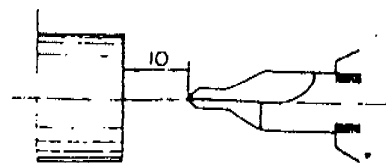

Figura 5
- c. Aproxime la broca al material desplazando el cabezal móvil ( Figura 5 ).